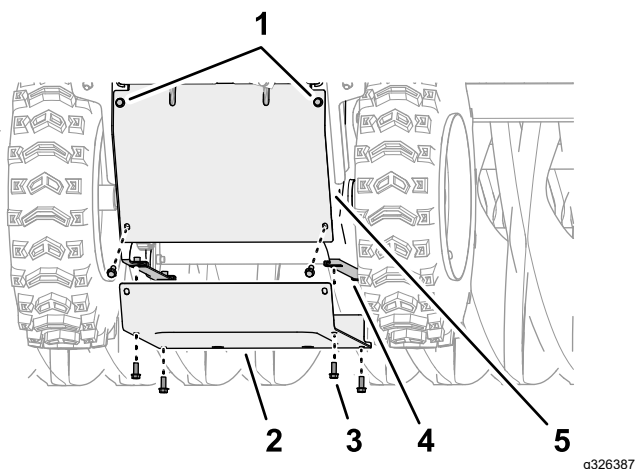

Figura 51
4. Nella parte inferiore della macchina, allineate i fori presenti nel coperchio inferiore con i fori presenti nelle flange delle piastre laterali destra e sinistra (**Figura 51**).
- Montate il coperchio inferiore alla macchina (Figura 51) con le 6 viti a testa cilindrica con flangia (1/4" x 5/8").
- Serrate le 2 viti a testa cilindrica con flangia superiori (1/4" x 5/8") che fissano il coperchio posteriore alla macchina (Figura 51).